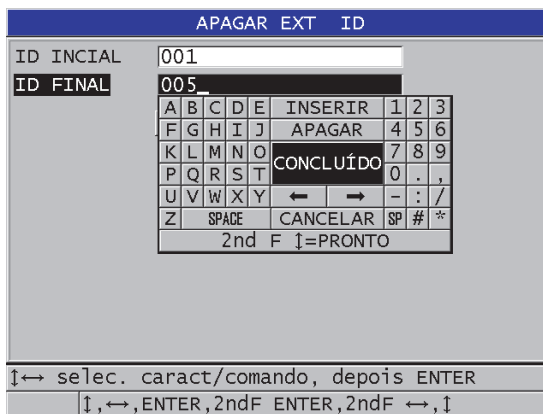

Figura 11-21 Apagar os dados de um conjunto de ID em um arquivo ativo
3. Na tela **APAGAR EXT ID** (veja Figura 11-21 na página 208):